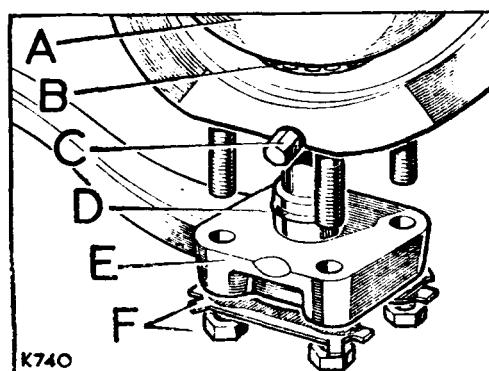

Fig. F1-47.- Brazo de acoplamiento y conjunto del pivote.
3.05.- Situar el cojinete cónico de rodillo, B (Fig. F1-47) en su alojamiento de la parte inferior del cárter del - pivote, A, y la caja del cojinete dentro del cárter del pivote.